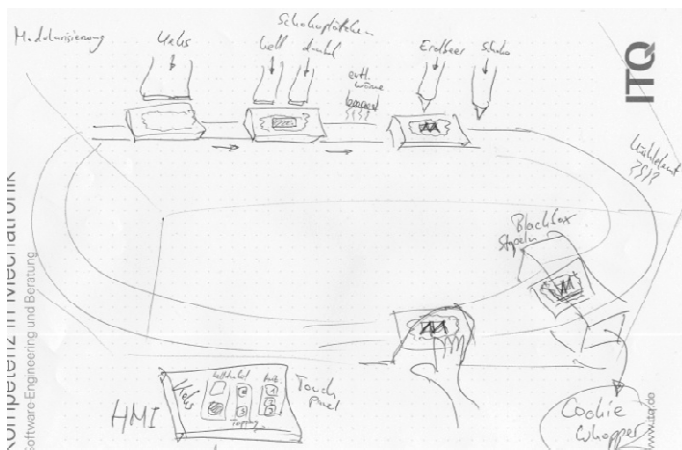

Abbildung 4 - Entwurfsskizzen zum Keks-Konzept
- a. Belegen und bearbeiten eines flächigen Gutes (ggf. Nahrungsmittel) (siehe *Abbildung 4*)